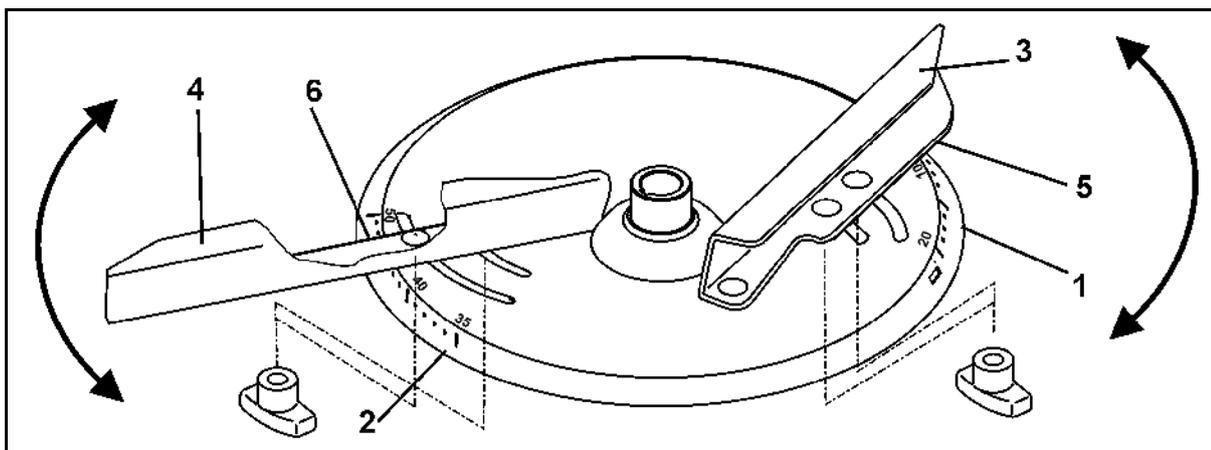

Fig. 69
2. Épandage dans les creux conformément au Décret concernant l'emploi des fertilisants (Fig. 69):